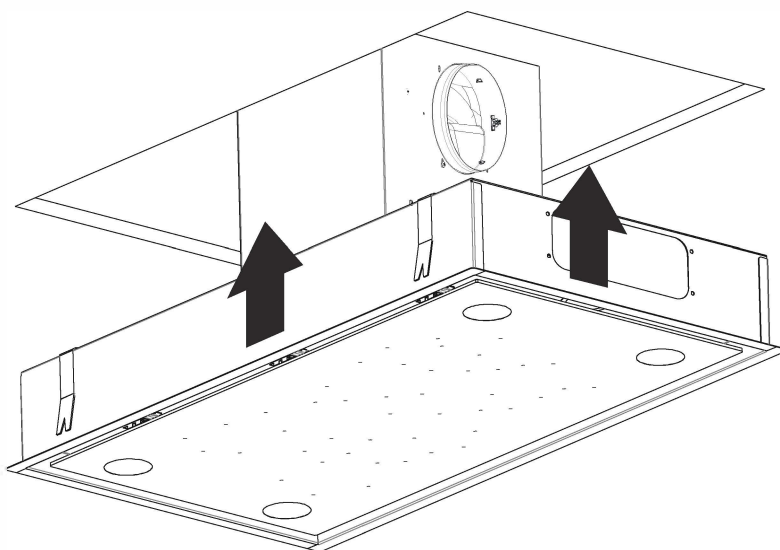

Fig. 23
8. ➤ Produktet skal nu skubbes op i hullet (Fig. 23).